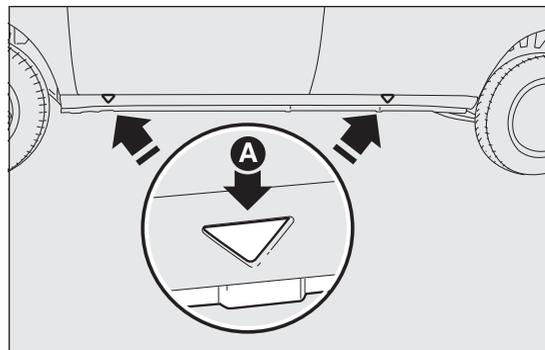
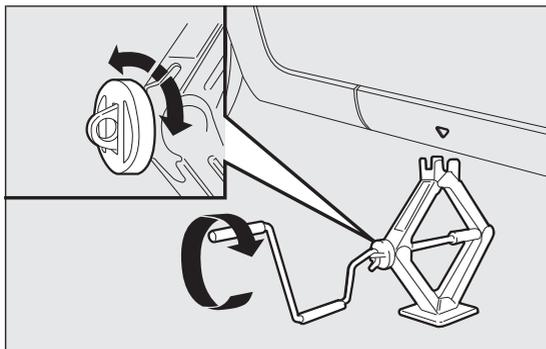

fig. 122
fig. 121
- ☐ azionare il cric, in modo da aprirlo parzialmente fig. 121, quindi posizionarlo sotto il veicolo in corrispondenza dei riferimenti A fig. 122 vicino alla ruota da sostituire;